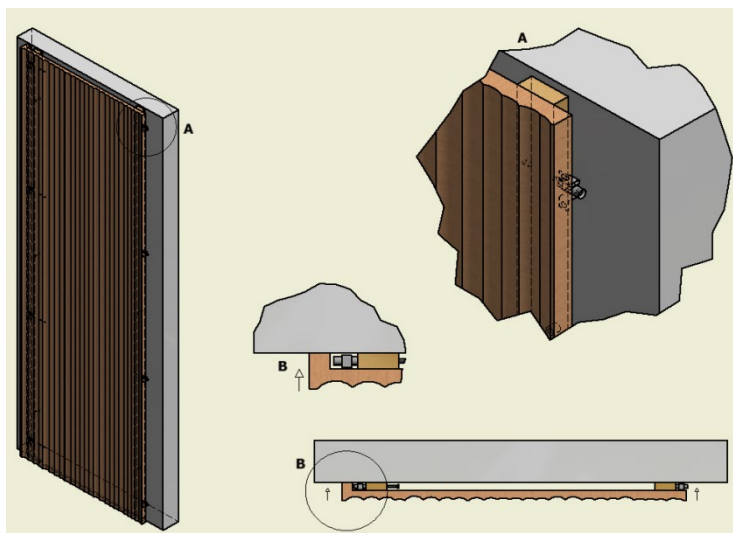

Figura 5
2. una volta completato il montaggio della retrostruttura, si può procedere al montaggio dei pannelli. **(Figura 5)**